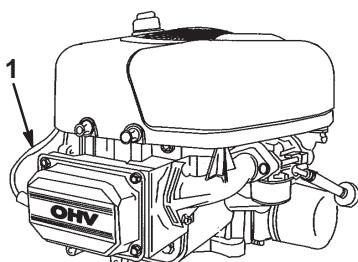

Bild 25
3. Ziehen Sie den Kerzenstecker von der Zündkerze (Bild 25). Reinigen Sie den Bereich um die Zündkerze, um zu verhindern, dass Schmutz in den Motor fallen und Schäden verursachen kann.
3. Stecken Sie den Zündkerzenstecker wieder auf die Zündkerze auf (Bild 25).